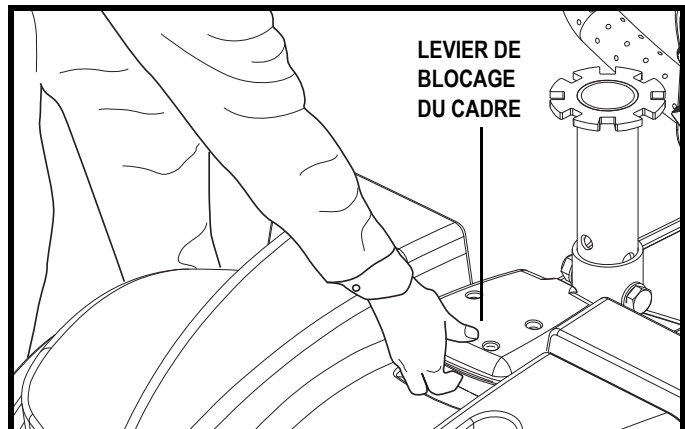

Figure 23. Levier de blocage du châssis
3. Relevez le levier de blocage du cadre. **Voir la figure 23.**